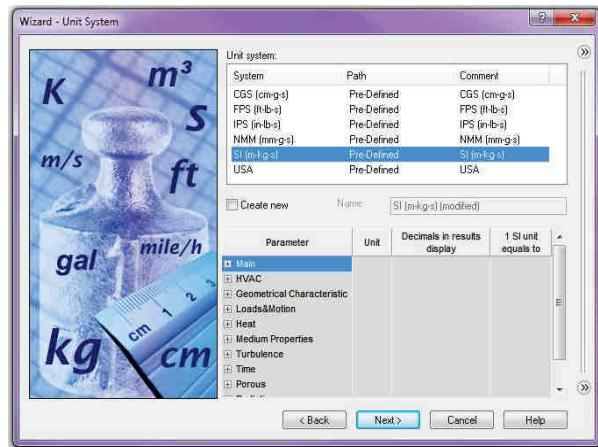

Fig. 15.6
• În fereastra **Wizard - Unit System**, fig. 15.6, se selectează sistemul de unități atât pentru datele de intrare, cât și pentru cele de ieșire (rezultate). În acest proiect va fi utilizat sistemul internațional de unități SI.
• In the **Wizard - Unit System** dialog box, fig. 15.6, the desired system of units for both input and output (results) is selected. In this project the International System SI will be used.